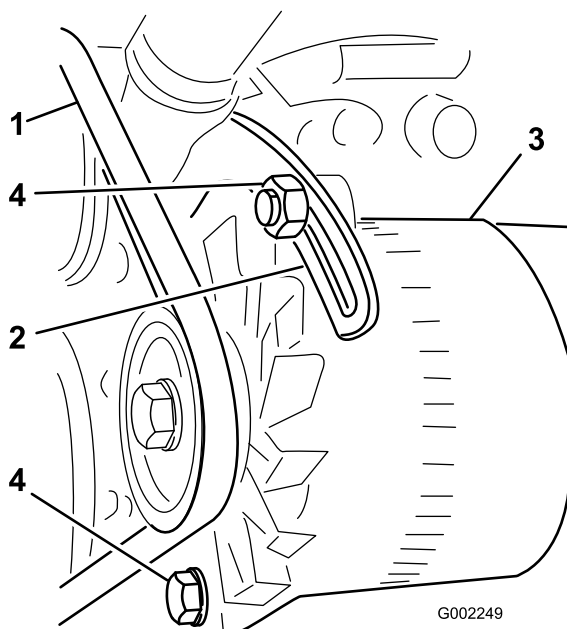

Рисунок 69
3. Ослабьте болты крепления скобы к двигателю и болт крепления генератора к скобе (Рисунок 69).